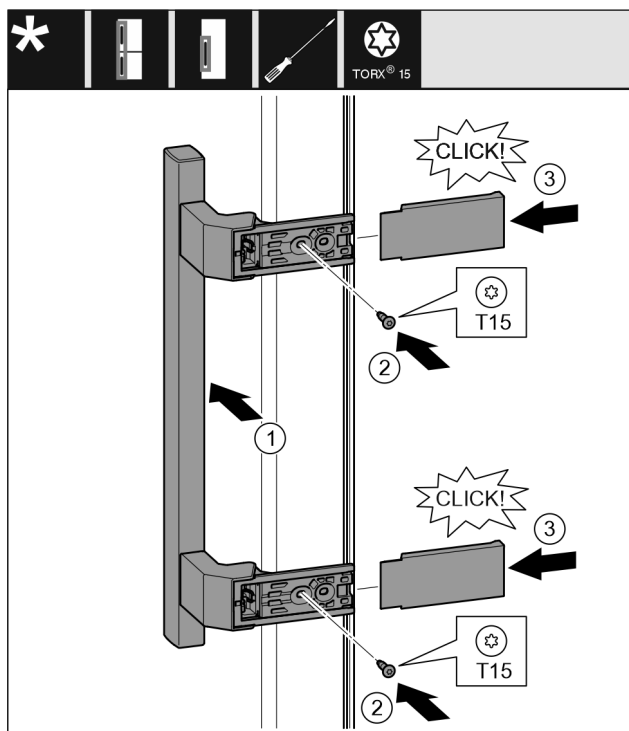

Fig. 40
- ▶ Colocar el tirador en el otro lado. Fig. 40 (1)
- ▶ Apretar los tornillos con el destornillador T15. Fig. 40 (2)
- ▶ Colocar y desplazar lateralmente las cubiertas. Fig. 40 (3)